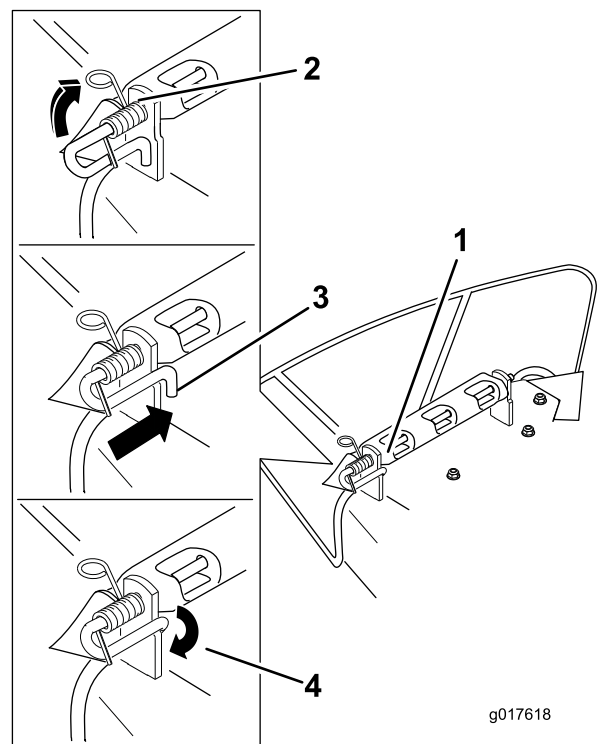

Figura 61
3. Coloque el nuevo deflector de descarga con los extremos de los soportes entre los soportes soldados de la carcasa, según se muestra en Figura 61.
6. Levante el extremo del muelle que tiene bucle y colóquelo en la muesca del soporte del deflector (Figura 61).
7. Fije el conjunto de varilla y muelle torciéndolo de manera que el extremo corto de la varilla pueda colocarse detrás del soporte delantero que está soldado a la carcasa (Figura 61).